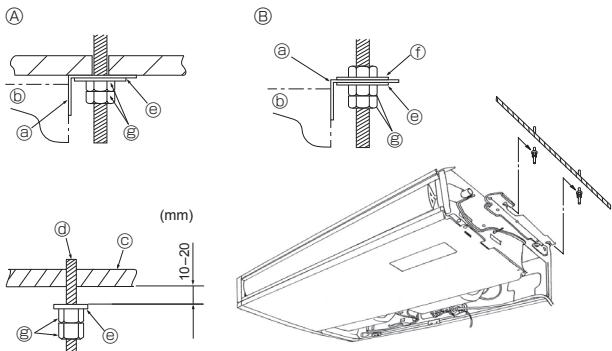

Fig. 3-5
- ② Εάν προσπαθήστε ν' ανοίξετε βιαίως τις γρίλιες εισαγωγής αέρα ή τις ανοίξετε σε γωνία μεγαλύτερη των 120° ενδεχομένως να προκαλέσετε ζημιά στους μεντεσέδες.
3.3. Εγκατάσταση εσωτερικής μονάδας (Fig. 3-5)